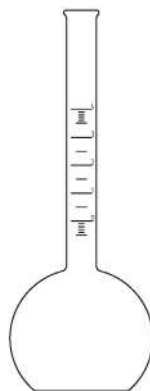

Рис. 24. Колба Кассия
8. **Колба Кассия** (рис. 24) изготавливается из стекла. Применяется для контроля полноты налива жидкости.